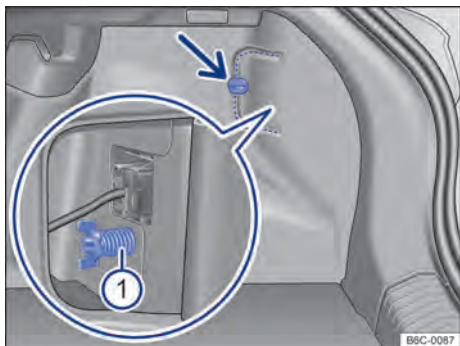
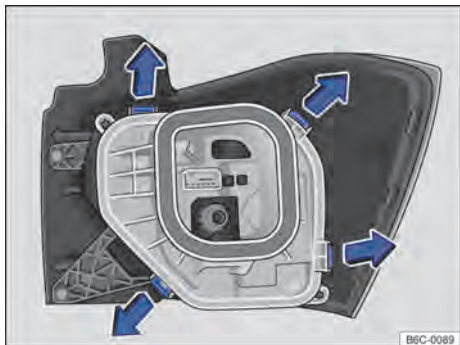

Fig. 169 No compartimento de bagagem: desinstalar cobertura e retirar o parafuso borboleta ① (lupa).
Fig. 170 Lanterna traseira: desinstalar o suporte das lâmpadas
- ① Observar a lista de controle e executar as ações → Página 210.
- ② Abrir a tampa traseira → Página 75.
- ③ Para abrir a cobertura da lanterna, girar a trava → Fig. 169 (seta).
- ④ Abrir a cobertura junto com a trava para o lado.
- ⑤ Soltar o parafuso borboleta ① (lupa) e retirá-lo, segurando, ao mesmo tempo a lanterna traseira.
- ⑥ Puxar cuidadosamente a lanterna traseira para fora, para desencaixá-la da carroceria → ①.
- ⑦ Desencaixar o conector de alimentação das lâmpadas da lanterna, para remover totalmente a lanterna.
- ⑧ Colocar a lanterna traseira sobre uma superfície limpa e lisa.
- ⑨ Para destravar o suporte das lâmpadas, pressionar cada lingueta de travamento → Fig. 170 no sentido das setas.
- ⑩ Remover o suporte das lâmpadas cuidadosamente.
- ⑪ Para remover as lâmpadas incandescentes queimadas pressionar a lâmpada contra o alojamento e girar no sentido anti-horário.
- ⑫ Substituir a lâmpada incandescente queimada por uma lâmpada incandescente nova do mesmo modelo.
- ⑬ Para inserir as novas lâmpadas no suporte das lâmpadas, introduza a nova lâmpada no respectivo alojamento. Pressionar a lâmpada e girar no sentido horário até o batente.
- ⑭ Certificar-se de que as lâmpadas estão corretamente fixadas no suporte das lâmpadas.
- ⑮ Instalar o suporte das lâmpadas na lanterna traseira. As linguetas de travamento → Fig. 170 devem encaixar de forma audível.
- ⑯ Colocar o conector de alimentação na lanterna.
- ⑰ Encaixar a lanterna traseira cuidadosamente no alojamento da carroceria.
- ⑱ Segurar a lanterna traseira na posição de montagem com uma das mãos e aparafusar com a outra o parafuso borboleta → Fig. 169 ①.
- ⑲ Recolocar a cobertura da lanterna em sua posição e girar a trava para fechar.
- ⑳ Fechar a tampa traseira → Página 75.